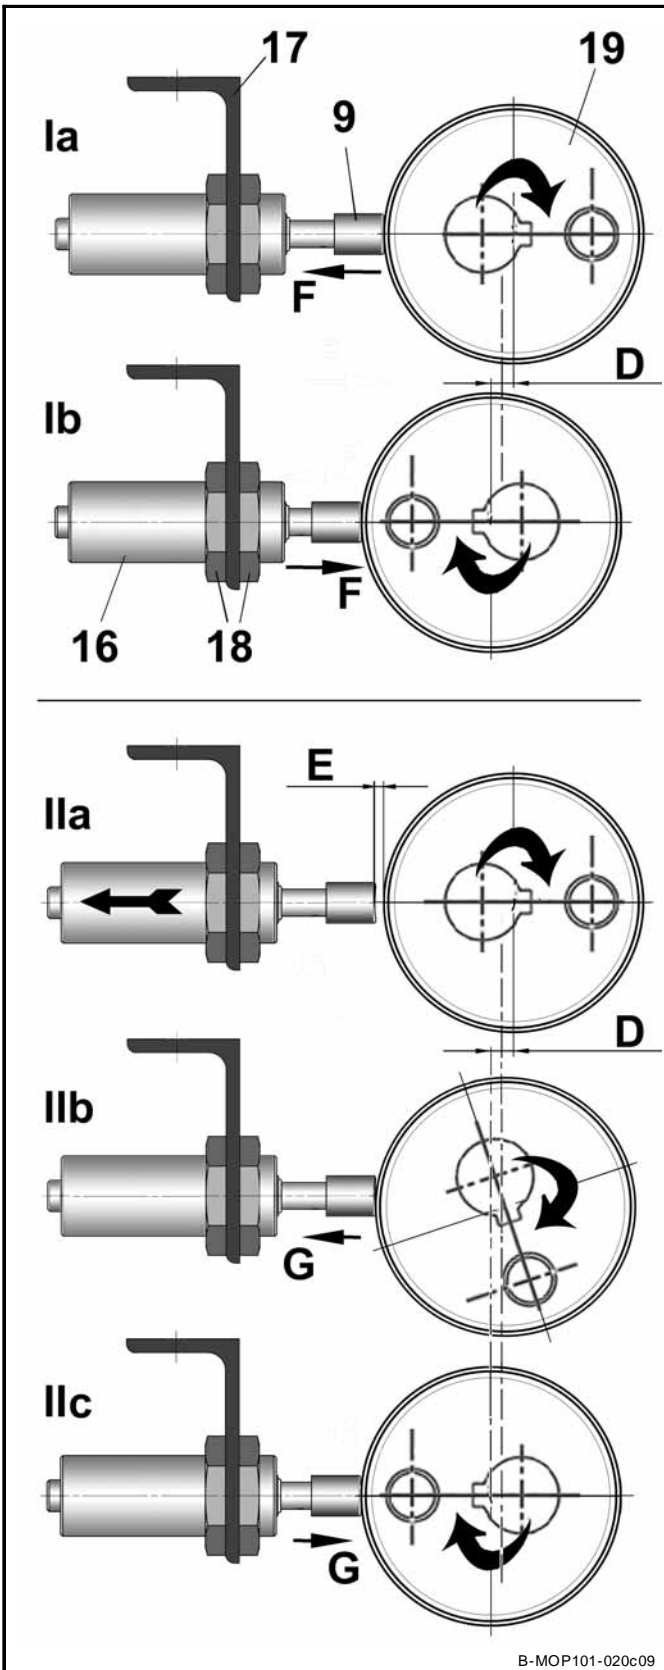

Abb. 2-5 Fördermenge einstellen
- Stößelhub F und G (Abb. 2-5)
- Positionieren Sie die Exzentrerscheibe 19 wie in Abb. 2-5, Einstellung Ia dargestellt ( $4 \text{ mm} \pm \text{Stößelhub} \pm 10 \text{ mm}$ ):